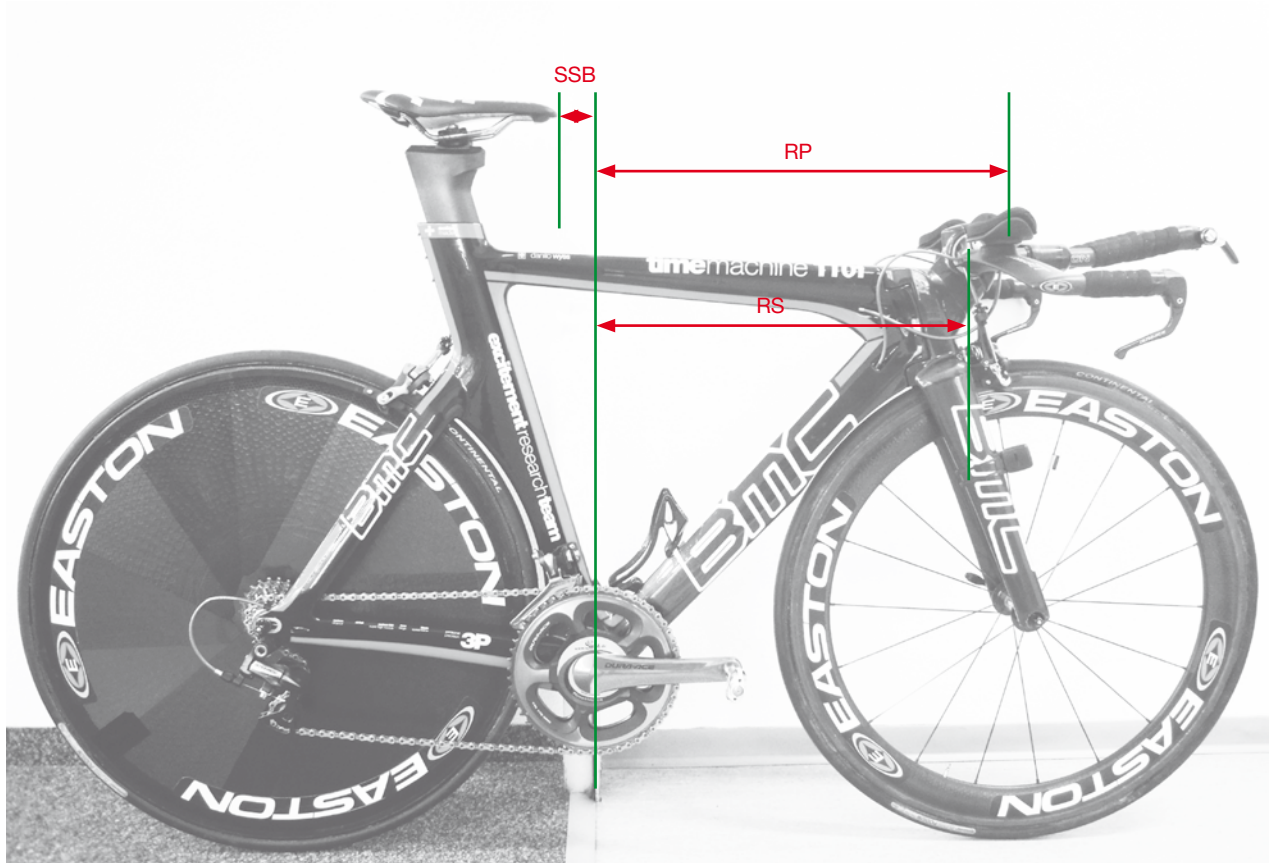

Bild 5
- Messen Sie die vertikale Distanz vom Boden zur Oberseite des Lenkerpolsters (SP).
- Messen Sie die vertikale Distanz vom Boden zum Zentrum der Lenkerklemmung am Vorbau (SS).
- Messen Sie die horizontale Distanz von der Kante, an die das Rad angelehnt ist, zur Mitte des Lenkerpolsters (RP).
- Messen Sie die horizontale Distanz von der Kante zur Sattelspitze (SSB) (Bild 5).